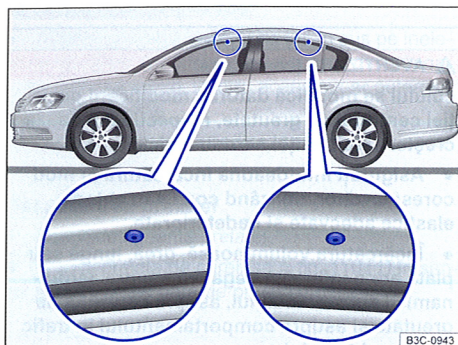

Fig. 111 Sub cauciucurile garniturii portierei față și spate: Puncte de fixare ale suportului principal.
Alezajele de fixare a suporturilor de bază se află în partea inferioară a stâlpilor și sunt vizibile numai cu portiera deschisă $\Rightarrow$ fig. 111.
- Fixați suportii de bază numai pe marcasele indicate în imagine $\Rightarrow$ fig. 111.